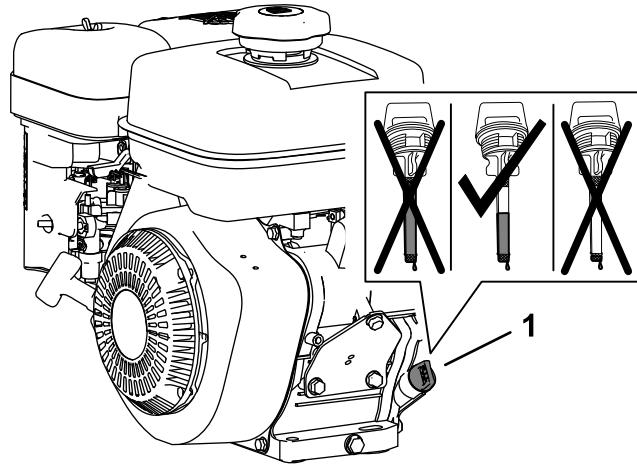

Figura 15
2. Vierta lentamente 0,6 litros del aceite especificado en el cárter del motor a través del cuello de llenado (Figura 15).
4. Retire la varilla del cuello de llenado y observe el nivel de aceite en la varilla (Figura 15).
Nota: El nivel del aceite del motor debe cubrir entre las áreas marcadas en la varilla (Figura 15).
6. Apriete a mano la varilla en el cuello de llenado (Figura 15).